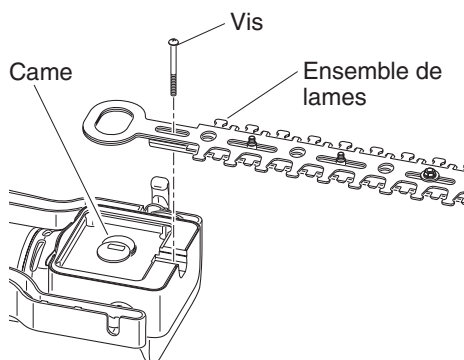

Figure 19 - Retrait de l'ensemble de lames
5. Retirez la vis qui maintient l'ensemble de lames en place (consultez la Figure 19).